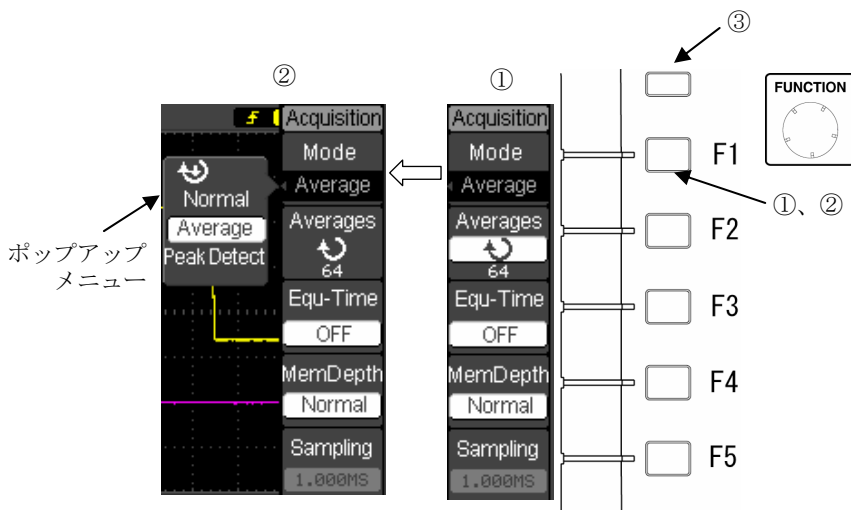

図 2.9 メニューの表示例 4 (Acquisition メニュー)
- ① 下図 2.9 の表示例のようにメニュー項目を [F1] キーで選択すると、メニューの左側にポップアップメニューが開きます。
- ② [F1] キーを押すことでカーソルが移動し、ポップアップメニュー内の項目を選択します。また[FUNCTION]ノブを回して項目を選択し、押すことで設定できます。
- ③ 選択後は [MENU ON/OFF] キーでポップアップメニュー、Acquisition メニューを閉じます。